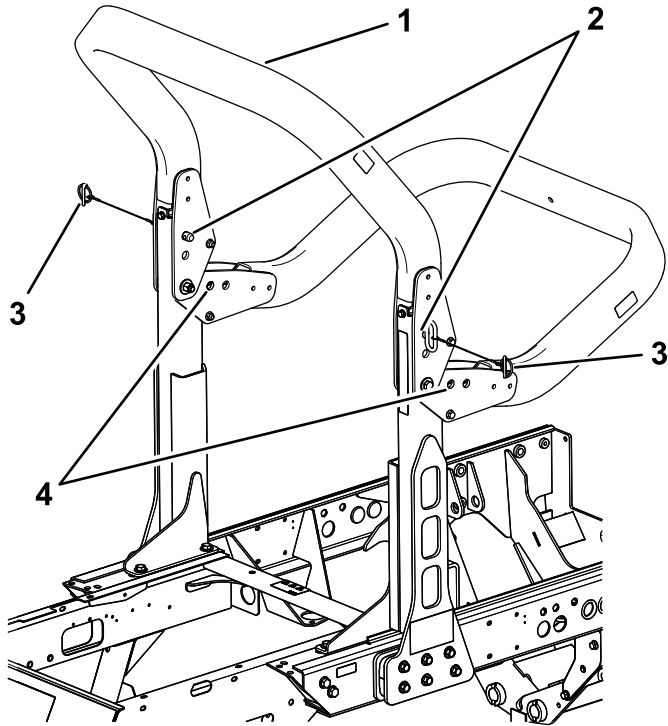

Figura 62
2. Apoye el peso de la estructura superior mientras retira los pasadores de seguridad y los pasadores de los soportes de giro (Figura 62).